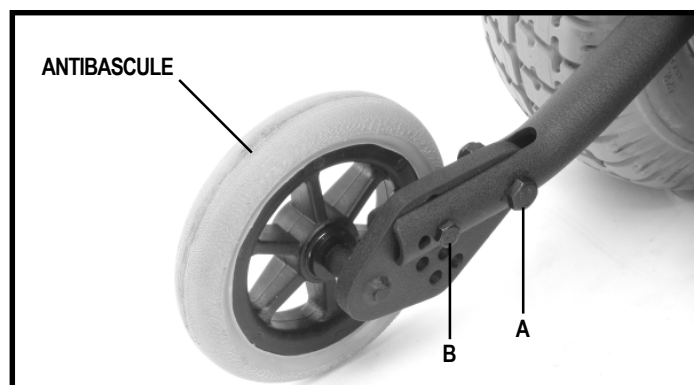

Figure 21. Réglage roulette antibascul
1. Desserrez le boulon «A» et son écrou. Voir la figure 21.